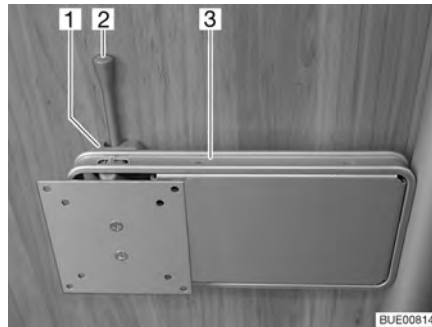

Fig. 50 Supporto su colonna
- Spingere di lato la leva di sbloccaggio (Fig. 50,2) e ruotare il supporto (Fig. 50,3) con lo schermo piatto nella posizione desiderata.
- Riportare indietro lo schermo piatto finché il supporto (Fig. 50,3) non si innesta nel bloccaggio (Fig. 50,1).